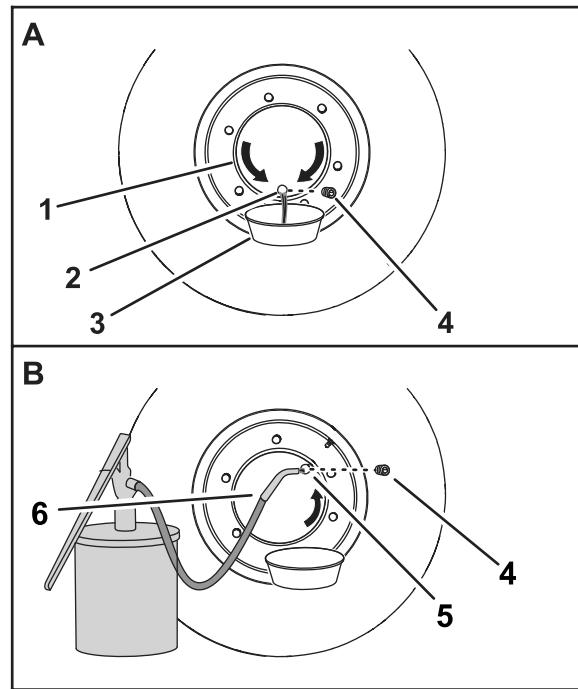

図 96
3. プラグが時計の 6 時の位置にくるようにマシンを前進後退させる図 96。
4. ホイールハブのオイルポートの下にドレンパンを置く図 96。
5. プラグを外してプラネタリ機構から出てくるオイルを回収する図 96。
7. プラグが時計の2時の位置図 96または10時の位置にくるようにマシンを前進後退させる。